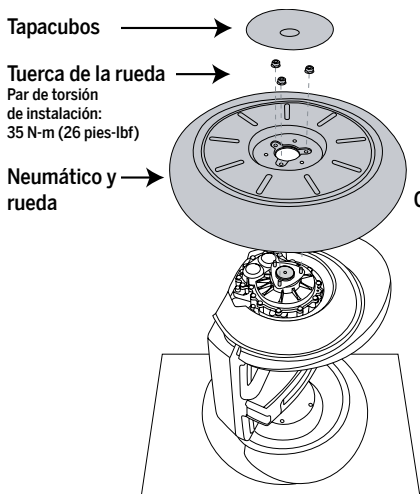
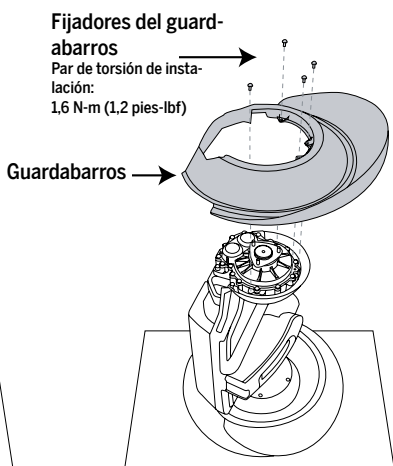

Figura 1. Cómo desmontar o instalar el conjunto de neumático y rueda
Figura 2. Cómo desmontar o instalar el guardabarros
2. Elija una superficie limpia y plana e incline el Segway PT hacia un costado de manera que el guardabarros que va a desmontar quede arriba, y la otra rueda quede apoyada en el suelo. **Consulte la figura 1.**
4. Sujete la rueda para que no gire y quite sus (3) tuercas con una llave de cubo de 13 mm de profundidad. Necesitará las (3) tuercas para reinstalar la rueda.
6. Para desmontar el guardabarros, quite los (4) fijadores que sujetan el guardabarros a la caja de cambios con una llave de punta T20 de seis lóbulos. Retire el guardabarros. **Consulte la figura 2.**
7. Para instalar un nuevo guardabarros, coloque el nuevo guardabarros de modo que quede alineado con los orificios de la caja de cambios. **Consulte la figura 2.**
8. Introduzca los (4) fijadores de 11 mm de largo (que se incluyen en el kit) a través del guardabarros y en la caja de cambios. Con una llave de punta T20 de seis lóbulos, apriete el fijador aplicando 1,6 N·m (1,2 pies-lbf).
9. Para volver a instalar la rueda, coloque el conjunto de neumático y rueda sobre los tres pivotes roscados. **Consulte la figura 1.**
10. Sujete la rueda para que no gire e instale sus (3) tuercas. Con una llave hexagonal de 13 mm, apriete las tuercas aplicando 35 N-m (26 pies-lbf).